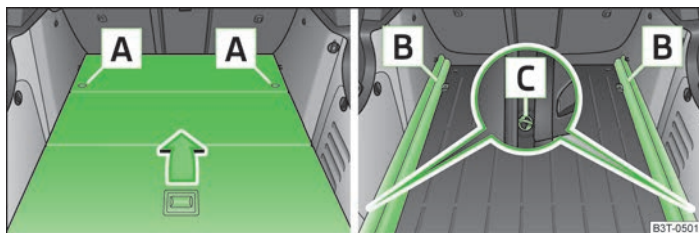

Fig. 71 **Maletero: Desmontar el piso de carga variable/desmontar los porta-guías**
- Desbloquear el piso de carga variable girando las argollas de seguridad **A** » fig. 71 hacia la izquierda, aprox. 90°.